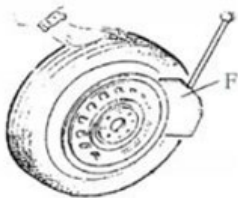

Рис. 5
Обязательно полностью выпустите из шины воздух, прислоните шину к резиновому буферу (S). Подведите лопатку (F) к борту примерно в 10 мм от края обода, как показано на рис. 5. Нажмите педаль устройства отжима борта (U), чтобы лопатка надела на шину. Повторяйте вышеуказанные операции в разных положениях по окружности шины, с обеих сторон шины, пока борта шины не будут полностью оторваны от обода. (Рис. 5.)